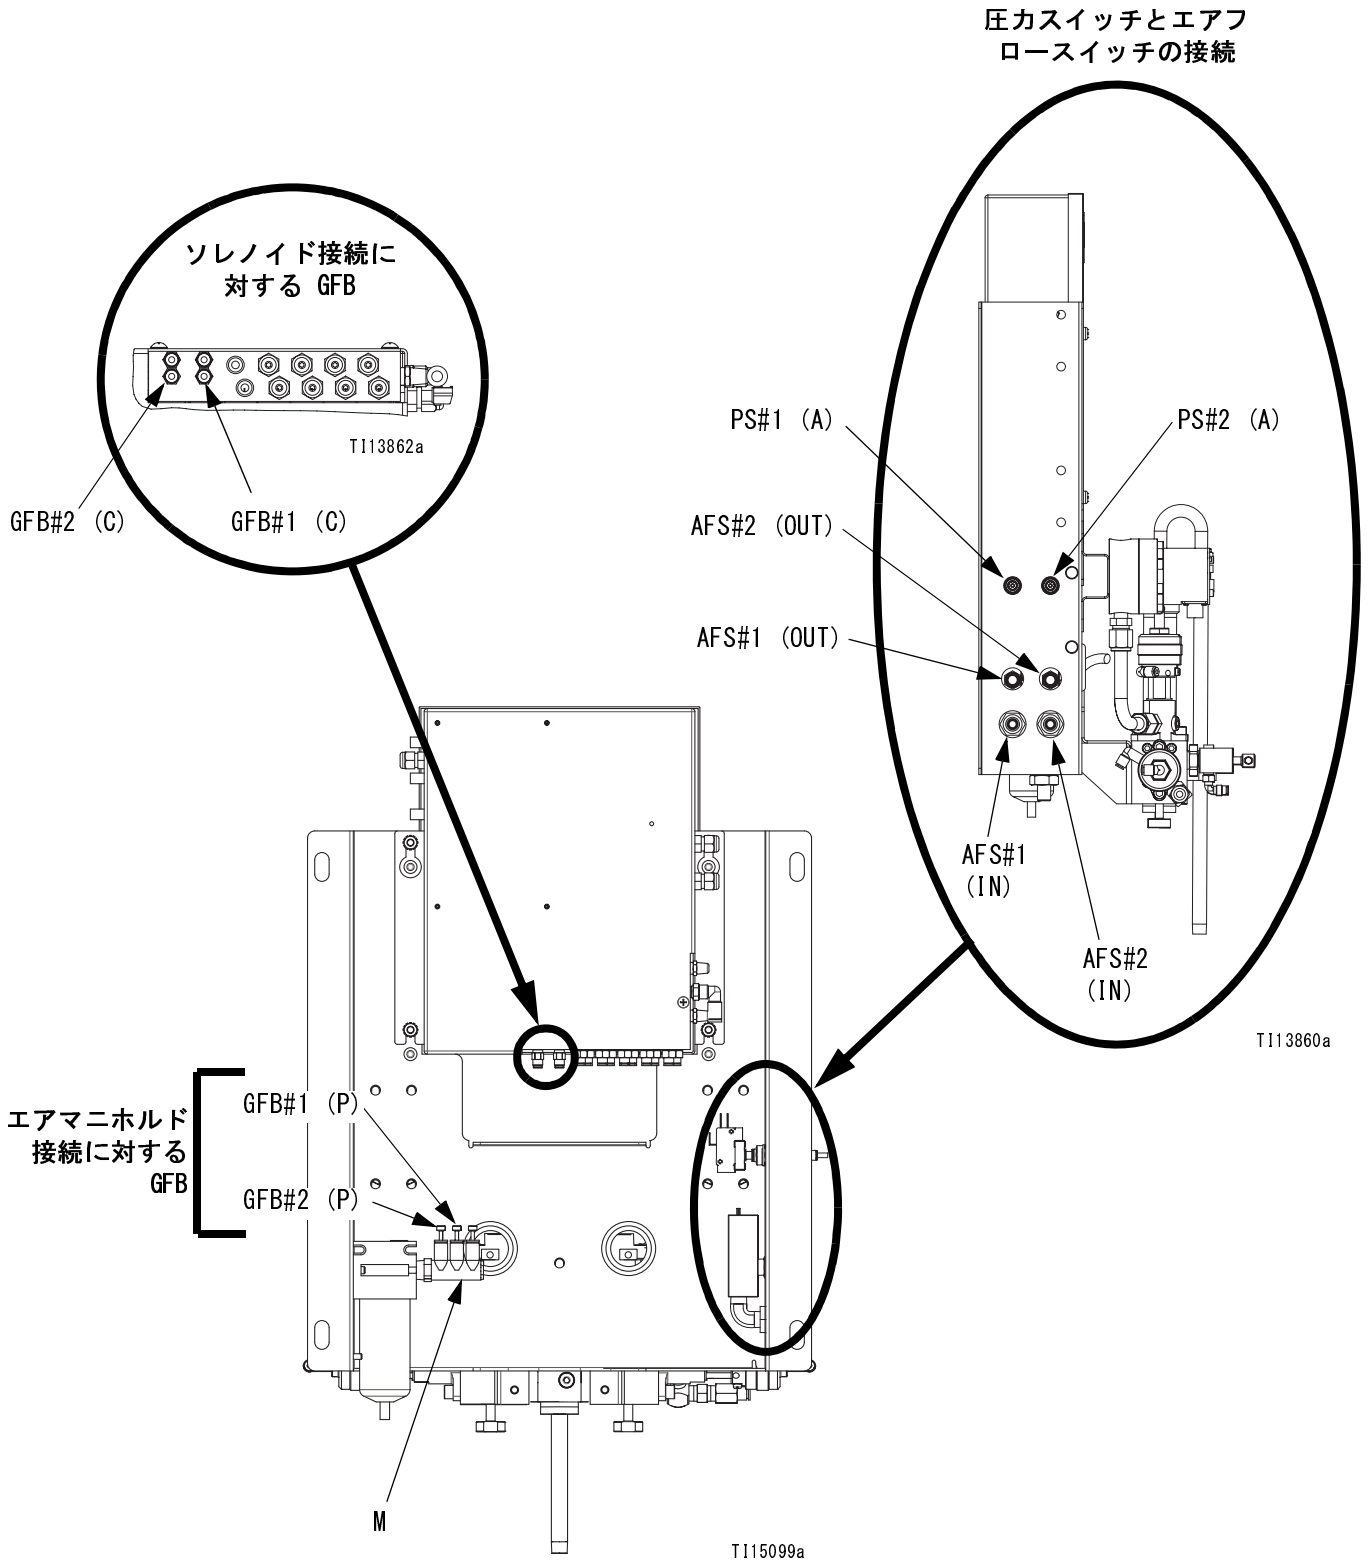

図. 12: GFB ソレノイド、エアマニホールド、圧カスイッチ、エアフロースイッチ接続 (ProMix 2KS で図示)
1. P 取り付け金具からエア供給マニホールドまで (M、図. 12)。清潔で、乾燥しているエア供給を使用します (10 ミクロンまでフィルタ)。
2. A 取り付け金具から圧力スイッチエア入力まで (PS、図. 12)。
3. C 取り付け金具からガン洗浄ボックスソレノイド (GFB、図. 12) 出力まで。